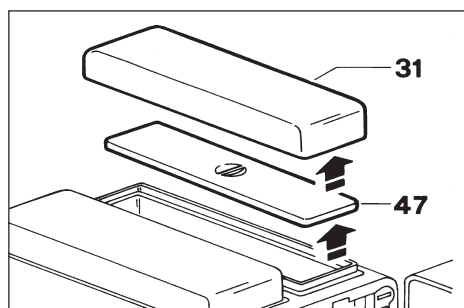

Fig. 24
- Soulever le couvercle (31) et le capot intérieur (47) (Fig. 24), et remplir le réservoir (1) de café en grains.